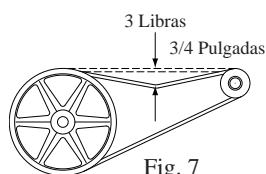

Fig. 7
- Tensar la correa.** Afloje los pernos del motor y deslice el motor detrás hasta que la correa esté tensada correctamente. Una fuerza de 3 libras debe desviar la correa 3/4 pulgadas (véase fig. 7). Reafloje los pernos del motor. Nunca ajuste la polea para tensar la correa.